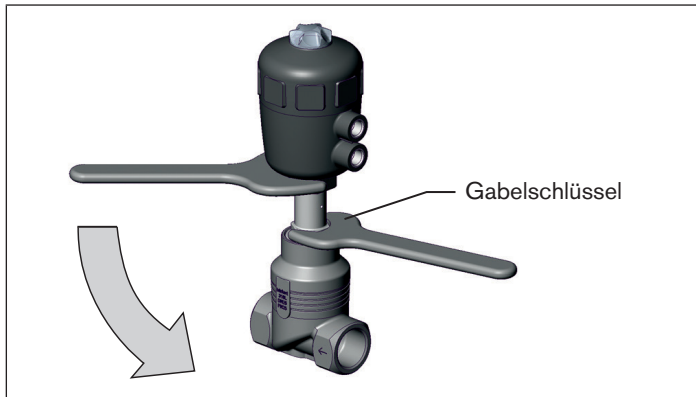

Bild 20: Drehen mit Gabelschlüssel
- ▶ Den Antrieb **nur im vorgegebenen Richtungssinn** drehen (siehe „Bild 20“).